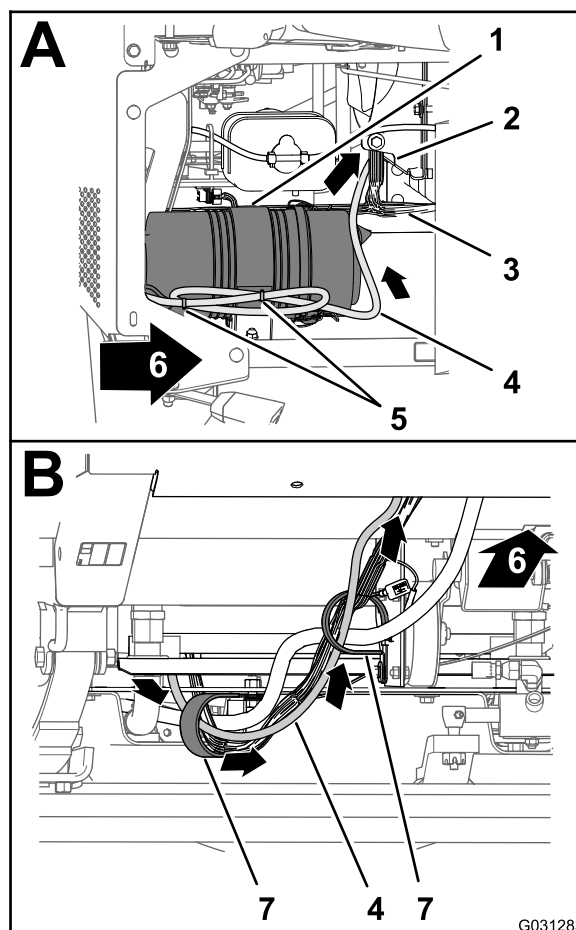

Figura 174
- En el lado derecho del compartimento del motor, enrute la rama de 220 cm del arnés de datos por delante del filtro de aire del motor y hacia abajo hasta la esquina inferior derecha del radiador (Figura 174).
- Enrute la rama de 220 cm del arnés de datos hacia adelante y a través de las 2 abrazaderas en R situadas en la parte inferior de la máquina (Figura 174).